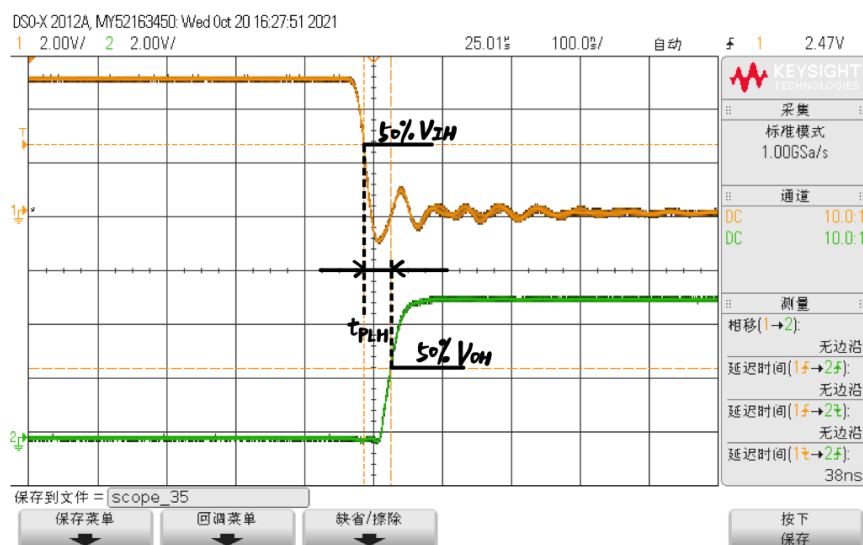

图 6: t_{PLH} 测量波形图
4. 在如图 6 所示的两个电路中，不同工艺的数字集成电路在互相对接时应该满足什么条件？